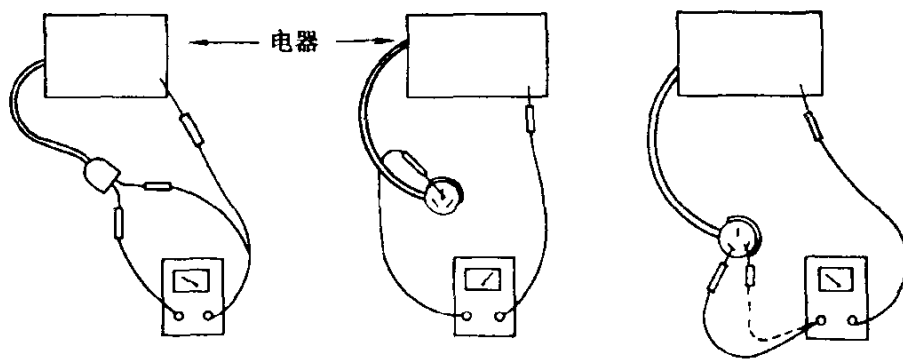

图 1.5 用万用表检查用电设备
(1) 查设备铭牌：按国家标准，设备都应在醒目处有该设备要求的电源电压、频率、电源容量的铭牌或标志。小型设备的说明也可能在说明书中。
(2) 查环境电源：电压、容量是否与设备吻合。
(3) 查设备本身：电源线是否完好，外壳是否可能带电。一般用万用表简单检测用电设备，如图 1.5 所示。